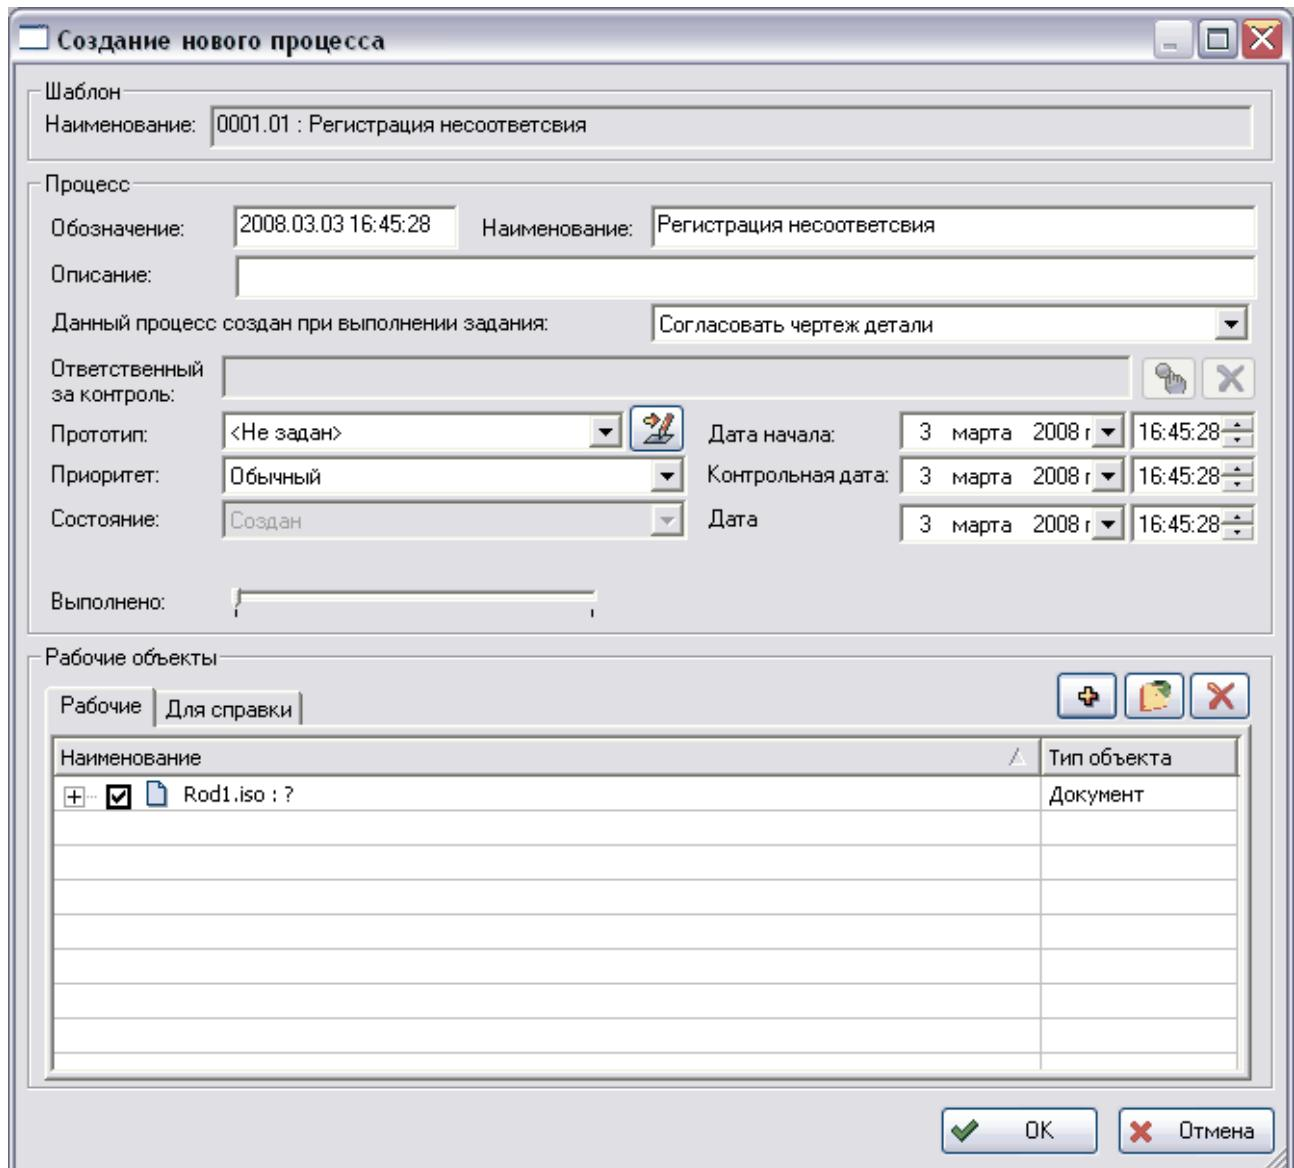

Рис. 25 Создание нового процесса
2. В появившемся диалоговом окне **Создание нового процесса** (Рис. 25) задайте необходимые параметры создаваемого процесса. Также желательно создать прототипы заданий (см. раздел 4.3.4), которые уточняют параметры выполнения задания:
3. После ввода всех параметров в диалоговом окне **Создание нового процесса** нажмите на кнопку **Ok** (Рис. 25).
1. В диалоговом окне **Создание нового процесса** нажмите на кнопку справа от поля прототипы (Рис. 25).